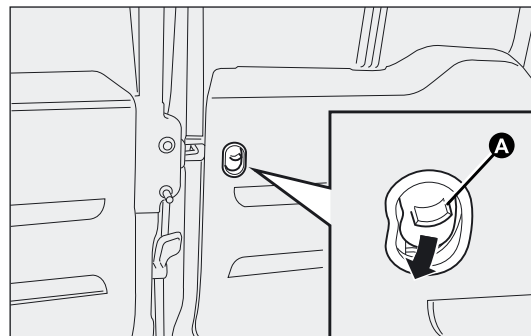

fig. 86
- ☐ bedien het mechanisme A-fig. 86 aan de binnenzijde van de rechter achterdeur;